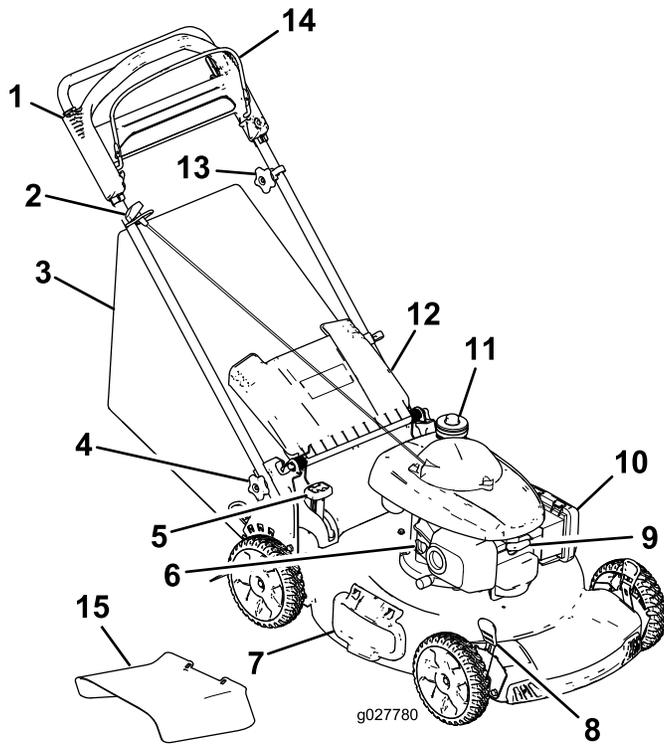

Figura 9
1. Levante y sujete el deflector trasero (Figura 9).